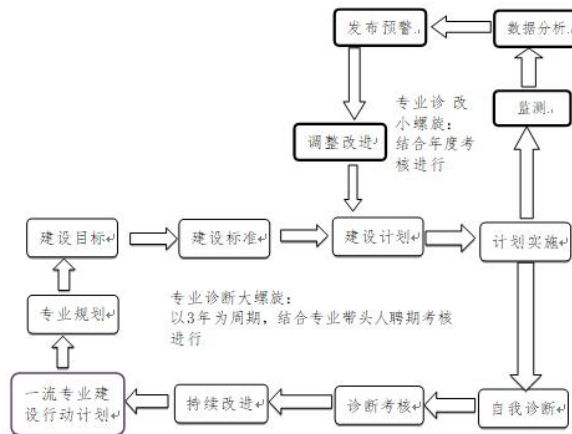

图1 诊断与改进8字螺旋图
1. 制定质量监控机制，建立机械制造及自动化专业建设和教学质量诊断与改进机制，健全机械制造及自动化专业教学质量监控管理制度，完善课堂教学、教学评价、实习实训、专业调研、毕业设计等方面质量标准建设，通过教学实施、过程监控、质量评价和持续改进，达成人才培养规格。本专业诊断与改进8字螺旋图如下图1所示。